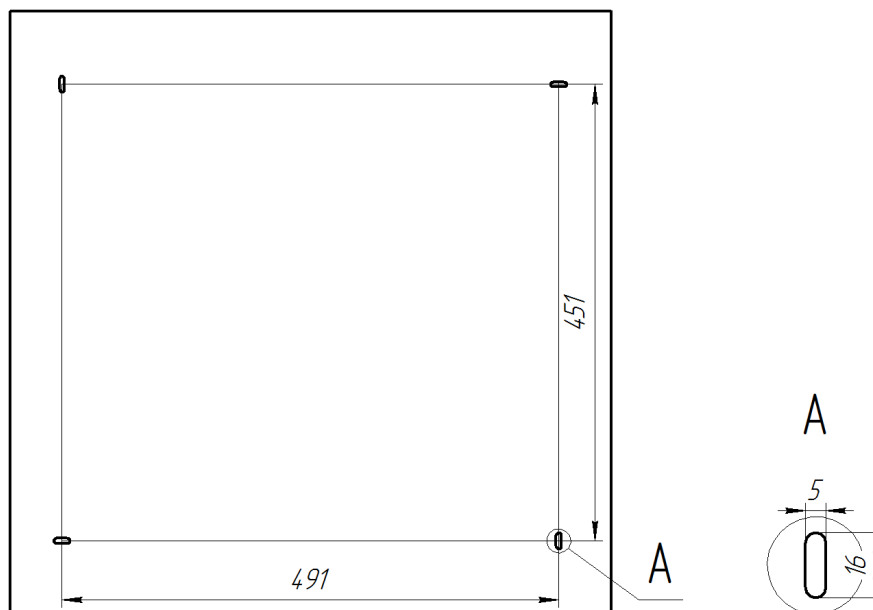

Рисунок 3. Расположение установочных отверстий на корпусе светильника Ecomex Office 595 AN для накладного монтажа.
5.3.1. Для установки светильника необходимо повернуть торцевую панель и аккуратно снять рассеиватель. Надежно закрепить на ровной поверхности корпус светильника при помощи креплений (не входят в комплект поставки), габариты для монтажа см. рисунок 3.